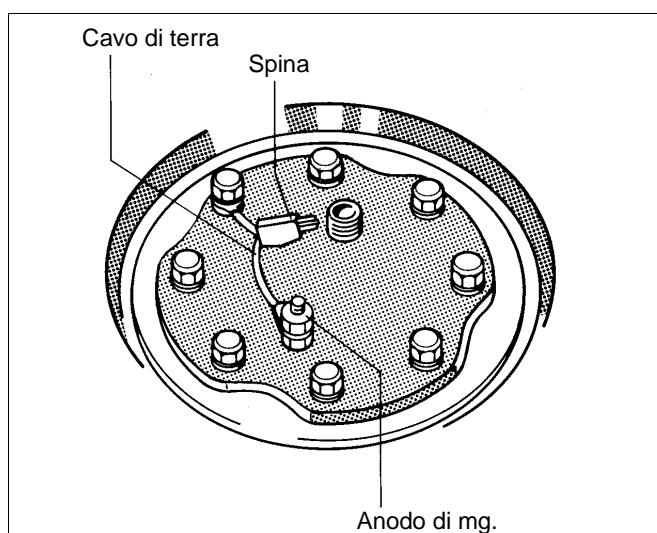

Fig. 6 - Rappresentazione schematica
- Verificare che l'anodo di magnesio sia montato in modo tale, che venga garantito il collegamento elettrico fra l'anodo ed il corpo dell'accumulatore, cioè che sia collegato il cavo di terra (fig. 6).
- Chiudere l'afflusso dell'acqua fredda, aprire lo scarico (EL) dell'accumulatore. Per la disareazione, aprire un rubinetto installato più in alto.
- Riermettare l'anodo di magnesio (fig. 6 risp. 10).